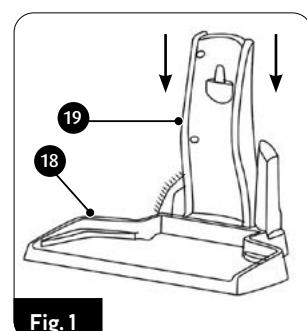

Fig. 1
3. Montați corect stația de andocare (suport) – la baza stației de andocare (18), montați corpul (19) așa cum se arată în figură (fig.1). Stația de andocare poate fi scoasă prin eliberarea ecluzei de sub bază (18). Instalați mânerul (22) în ghidaje (21) în care puteți parca echipamente suplimentare ale aspiratorului.